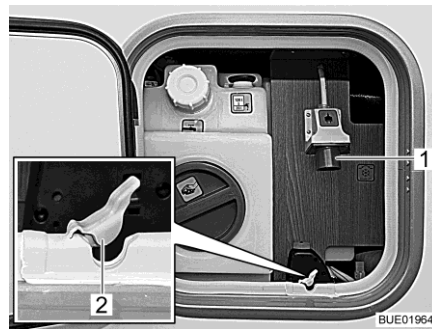

Fig. 188 Collegamento a 230 V al veicolo
- Aprire la chiusura ermetica (Fig. 188,2) del passacavo.
- Infilare l'innesto rapido sul collegamento a 230 V (Fig. 188,1) del veicolo.
- Sfilare l'innesto rapido sul collegamento (Fig. 188,1) del veicolo e rimuovere il cavo di allacciamento.
- Spingere la chiusura ermetica (Fig. 188,2) del passacavo nella scanalatura della guarnizione dello sportello di servizio.